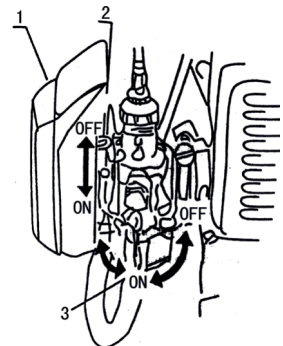

Fig. 9
- 1) Active el interruptor de combustible, ver Fig.9.